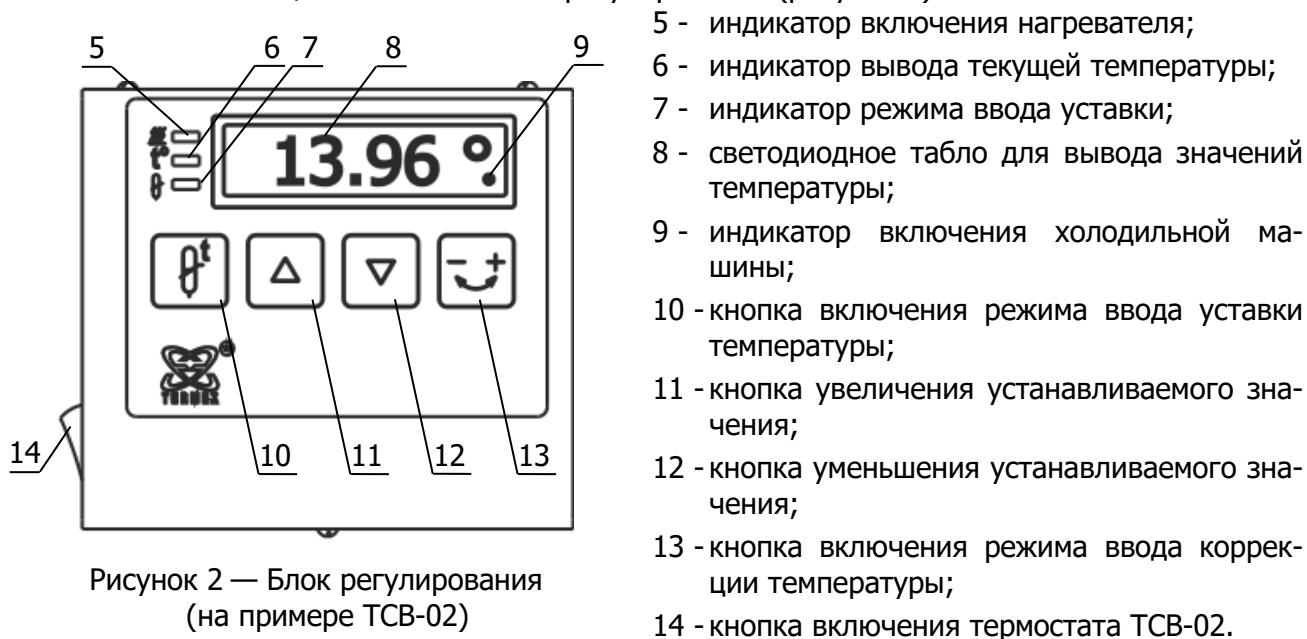

Рисунок 2 — Блок регулирования
1.4.3 Установка режима работы термостатов осуществляется органами управления, расположенными на лицевой панели блока регулирования (рисунок 2).
- ТСВ-02 — кнопкой 14 (рисунок 2).
2.3.1 В рабочем режиме на светодиодном табло 8 (рисунок 2) отображается текущее значение температуры в рабочей камере термостатов. Индикатор 5 загорается во время работы нагревателя. Индикатор 9 (в виде точки под символом градуса Цельсия) появляется при включении холодильной машины.
2.3.5 При возникновении статического разряда, в процессе эксплуатации термостатов, возможен сброс настроек и энергонезависимой памяти блока регулирования, при этом показания температуры на табло 8 (рисунок 2) могут значительно отличаться от действительной температуры в рабочей камере термостатов.
2.4.1 После стабилизации установленной температуры табло 8 (рисунок 2) показывает температуру, измеренную встроенным датчиком, и эта температура может не соответствовать действительной температуре в рабочей камере термостата.
- для входа в режим коррекции температуры нажать кнопку 13 (рисунок 2), при этом индикатор 6 начнет мигать;